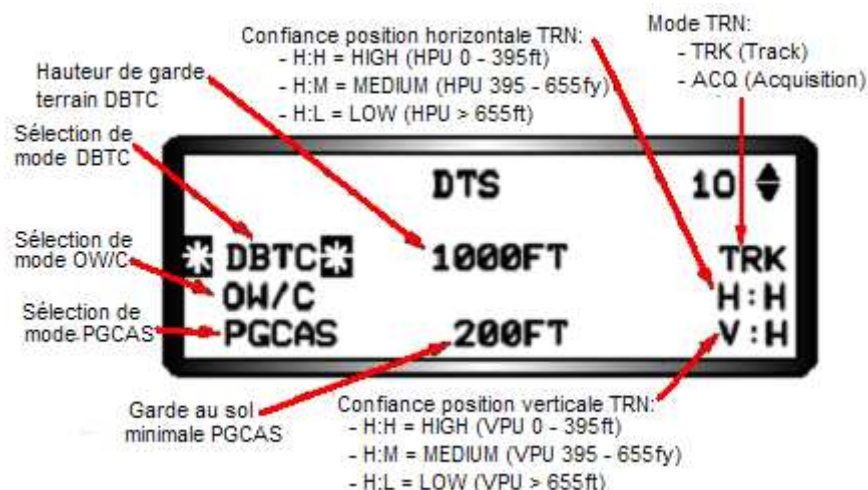

Figure 2-33 Page DED DTS Priority
**Conseils et affichages PGCAS DTS :** Les conseils et affichages DTS liés au PGCAS peuvent être trouvés premièrement sur le HUD puis le DED. Les fonctions PGCAS sont contrôlées depuis la page DTS Priority du DED, Figure 2-33. La fonction PGCAS est sélectionnée en faisant DCS vers le bas pour placer les astérisques sur le label PGCAS puis en appuyant sur le bouton M-SEL, ce qui le surligne. L'altitude MTC est initialisée à 200 ft AGL à la mise en marche du MMC. La MTC peut être changée avec DCS-bas pour placer les astérisques sur le champs PGCAS MTC, puis en entrant l'altitude AGL souhaitée de 50 à 9999 ft par incréments de 1 ft puis en appuyant sur ENTR. Si DBTC est engagé, la MTC PGCAS se basera sur la hauteur de garde au sol minimale DBTC (TCH) au lieu de celle par défaut ou la MTC précédemment sélectionnée. Cette sélection automatique de la MTC ne peut pas être surpassée tant que la fonction DBTC est active. La MTC affichée sur la page DTS Priority sera utilisée dans tous les Master Modes excepté en A-G quand les angles de piqué sont inférieurs à 20°, que les inclinaisons sont inférieures à 40° et que la vitesse est supérieure à 325 KCAS. Dans ces situations, le MMC remet automatiquement à zéro la MTC à 50 ft pour réduire les fausses alertes. Le MMC ramènera automatiquement les calculs PGCAS à la dernière MTC entrée (comme précédemment sélectionnée par le pilote ou la fonction DBTC) quand les conditions de vol ci-dessus cessent d'exister et que l'altitude AGL actuelle de l'avion est au-dessus de la dernière MTC entrée. Des mises en marche du MMC au sol pendant que l'INU est en phase d'alignement (pas en NAV) entrainera que le MMC se remettra à zéro sur une MTC précédemment sélectionnée de 200 ft. Cependant, les réglages MTC seront retenus jusqu'au décollage ou une mise en marche au sol du MMC. Les alertes de la fonction de conseils d'évitement du sol (GAAF) du F-16 sont indépendantes de la fonction PGCAS du DTS ou des réglages MTC.
La fonction DBTC est contrôlée depuis la page DTS Priority du DED montrée en Figure 2-33. La fonction DBTC est initialisée à l'état désactivé et doit être activée après le décollage quand le train est rentré et que le TRN est en mode poursuite (TRK). Le DBTC peut être sélectionné ou désélectionné par DCS-bas pour placer les astérisques autour du label DBTC et en appuyant sur le bouton M-SEL, ce qui le surligne, activant la fonction ou le désurligne ce qui désactive la fonction. Après avoir activé la fonction DBTC, l'altitude TCH s'initialisera à 1000 ft AGL mais peut être changée avec DCS-bas pour placer les astérisques autour de l'altitude TCH puis en appuyant sur les touches 1 à 9 de l'UFC. Appuyer sur les touches 1 à 9 passera en revue les sélections de TCH comme suit : 1000 ft – 500 ft – 300 ft – 200 ft – 100 ft puis revient ensuite à 1000 ft. Une fois l'altitude TCH affichée aucune autre action n'est requise pour l'entrer dans le système DTS.